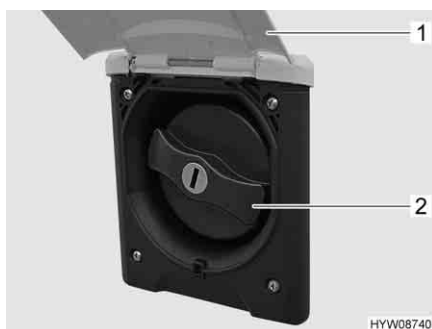

Fig. 158 Coperchio (bocchettone di riempimento dell'acqua potabile)
- Sollevare lo sportello esterno (Fig. 158,1).
- Ruotare il coperchio blu (Fig. 158,2) di un quarto di giro.